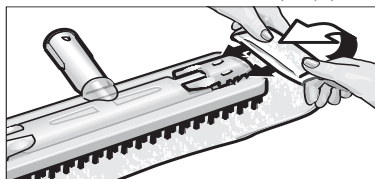

Fig. 3: Tendere lo strofinaccio
- Fissare lo strofinaccio (G3) alla bocchetta per pavimenti (H1). A tal fine piegare lo strofinaccio in senso longitudinale e poggiarvi sopra la bocchetta per pavimenti. Tirare una dopo l'altra le estremità sporgenti dello strofinaccio sotto le mollette di arresto (G2) (si veda fig.3).